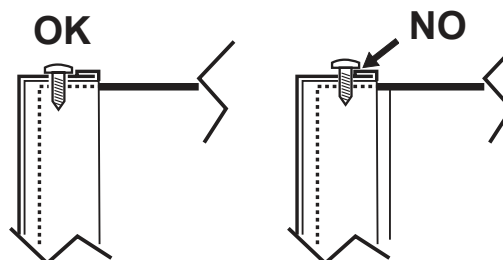

Abb. 8 - Montage mit unteren Schrauben
3. Gehen Sie in umgekehrter Reihenfolge vor, um die Frontplatte wieder zu montieren. Stellen Sie sicher, dass sie korrekt an der oberen Platte befestigt ist und vollkommen an den seitlichen Platten anliegt. Der Kopf der Schraube "A" muss nach dem Anziehen wie in "Abb. 8 - Montage mit unteren Schrauben") angegeben positioniert sein.